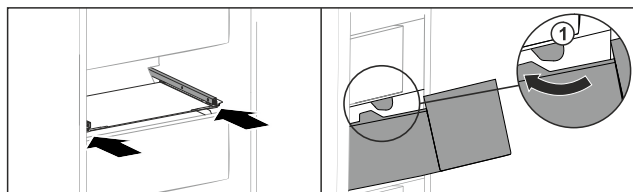

Fig. 95
- Far passare il cassetto intorno ai fermi Fig. 95 (1).